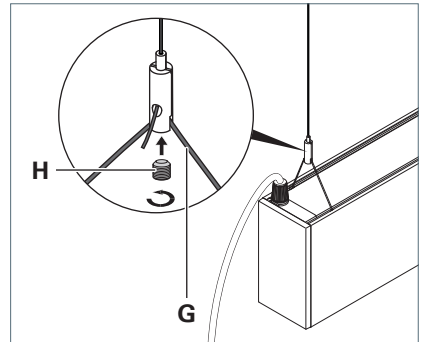

Fig. 16: Leuchte an Drahtseilhalter befestigen.
- ▶ Schieben Sie das Drahtseil **G** der Leuchte in den Drahtseilhalter, siehe Fig. 16.